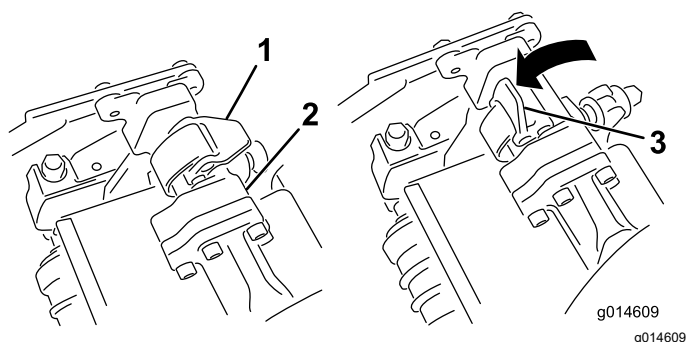
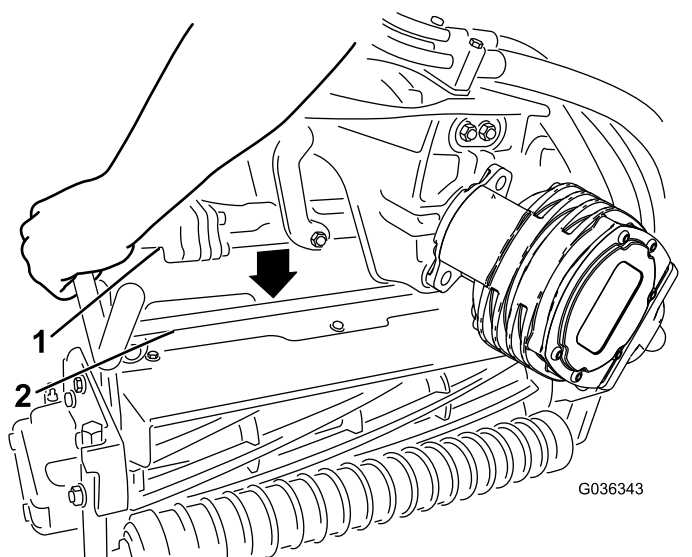

図 62
図 63
4. サスペンションアームのバーについているラッチ 図 62を開き、サスペンションアームを押し下げてバーをカッティングユニットの両方のピッチアームの上におろし、ラッチがカッティングユニットのクロスバーの下にくるようにする 図 63。
5. ラッチを下げて閉じるとカッティングユニットのバーがロックされてユニットがアームにセットされる 図 62。
6. 取り外したいカッティングユニットのサスペンションアームのバーについているラッチを開く 図 62。